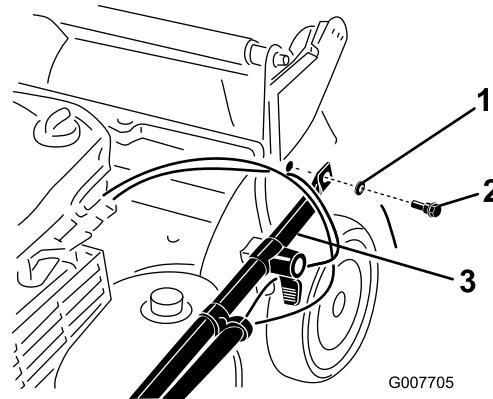

Figure 4
**Important:** Acheminez les câbles à l'extérieur du guidon (Figure 4).
2. Fixez les extrémités du guidon au carter de tondeuse avec 2 rondelles et 2 boulons (Figure 4), **mais ne serrez pas les boulons.**